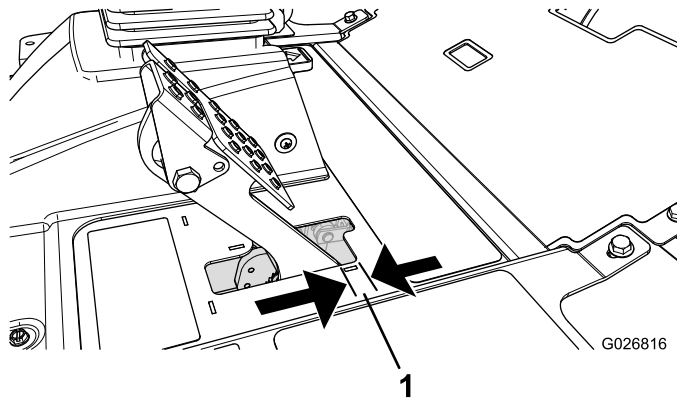

図 67
ブレーキペダルの「遊び」図 67が 2.5cm 以上となったり、強く踏み込まないとブレーキの効きが悪いと感じられるようになったら、調整を行ってください。遊びとは、ブレーキペダルを踏み込んでから抵抗を感じるまでのペダルの行きしりを言います。
2. 後ナットを締めてケーブルを後方に移動させて、ホイールがロックする前のブレーキペダルの遊び図 67が 6.312.7mm なるように調整する。